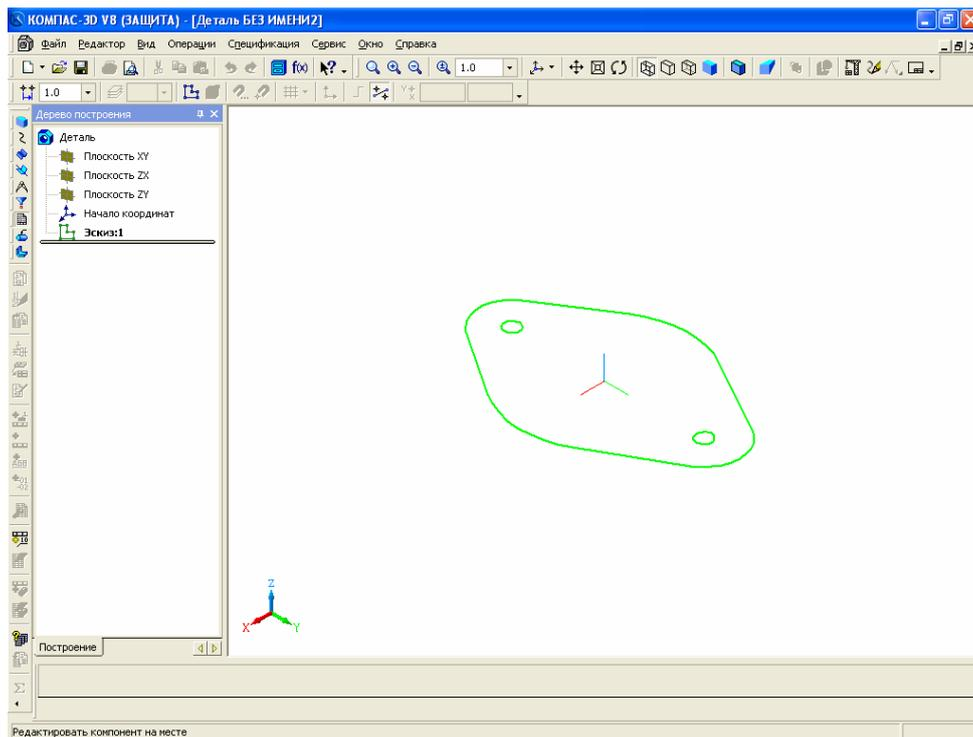

Рис. 26. Ориентация модели на # Изометрия XYZ
22. На панели инструментов **Вид** из выпадающего меню **Текущая ориентация** выберите # **Изометрия XYZ**, поскольку данный тип ориентации модели позволяет наиболее наглядно работать с инструментами трехмерного моделирования (рис. 26).